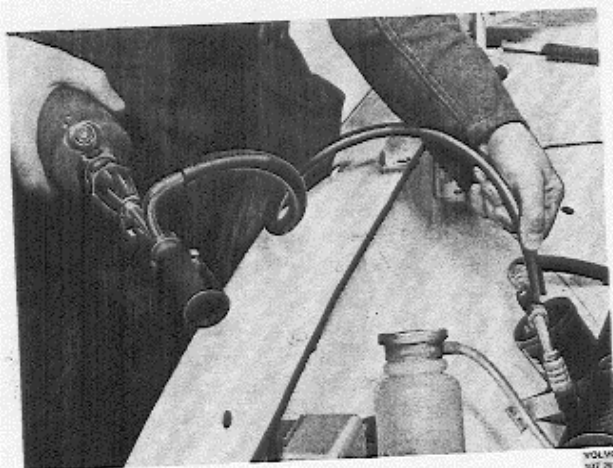

Abb. 8—49 Dichtheitsprüfung
4. Das Gasspürgerät, den sog. „Leck-Detektor“ entzünden und mit diesem sämtliche Verschraubungen der Anlage auf evtl. Lecks überprüfen. Bei dieser Prüfung wird das offene Schlauchende des Leck-Detektors über alle Verschraubungen geführt (Abb. 8—49). Sobald eine Verschraubung undicht ist, färbt sich die Flamme am Detektor blaugrün.